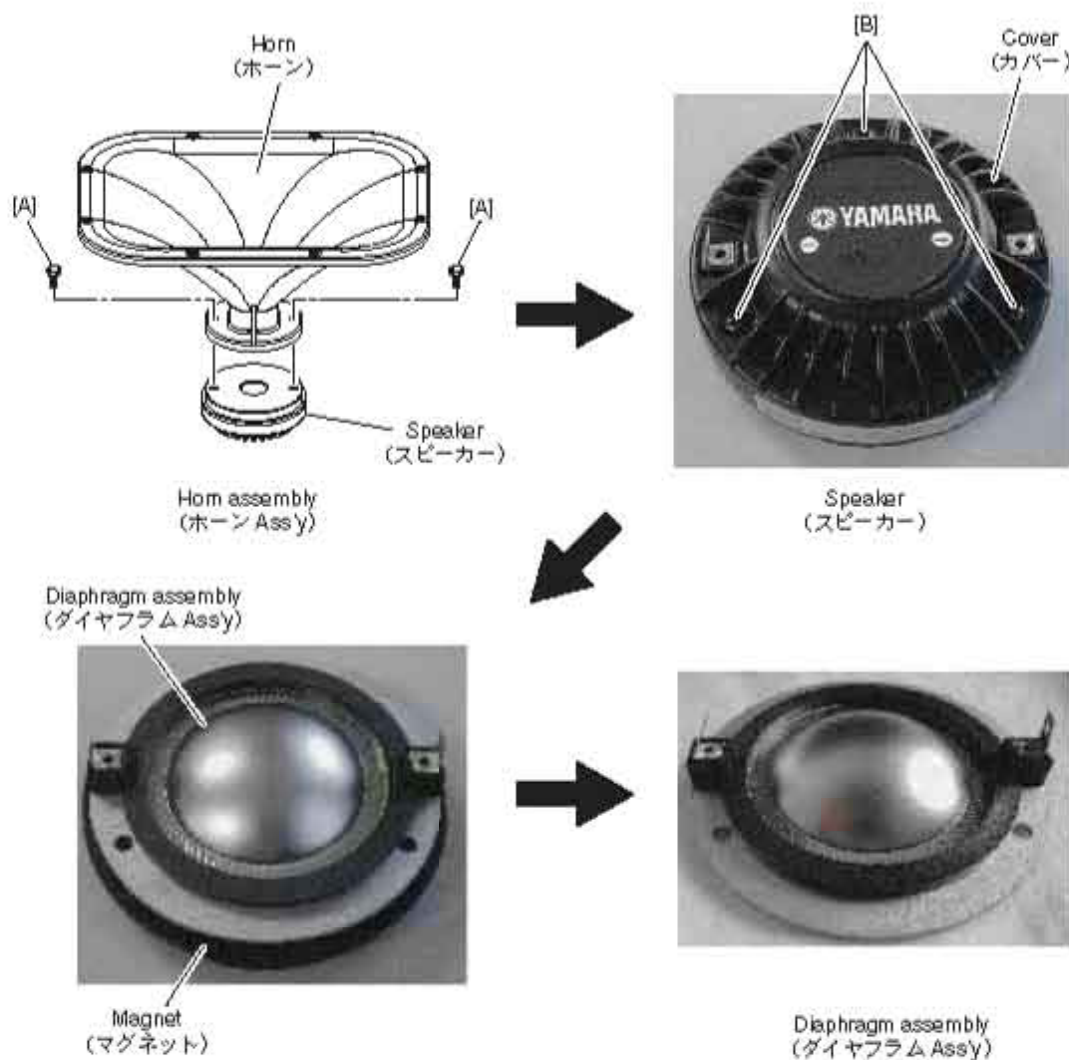

Fig. 6 (図 6)
- 3-5-1 Remove the two (2) hexagonal head bolt marked [A], (Fig. 6)
The horn and the speaker can then be separated. (Fig. 6)
- 3-6-1 Remove the three (3) screw marked [B], and remove the cover from the speaker. (Fig. 6)
The diaphragm assembly and the magnet can then be separated. (Fig. 6)
- 3-5-1 [A] の六角ボルト 2 本を外して、ホーンとスピーカーに別けます。(図 6)
- 3-6-1 [B] のネジ 3 本を外して、スピーカーからカバーを外します。(図 6)
ダイアフラム Ass'y とマグネットを別けます。(図 6)